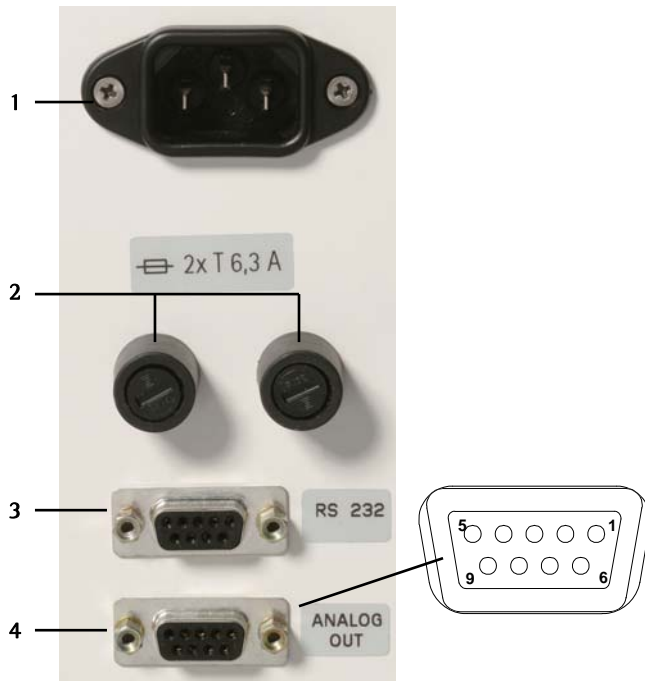

Abb. 39: Geräterückseite
2. Prüfen Sie die Sicherungen auf der Rückseite, vgl. Sicherungseinschub, Pos. (3) und Pos. (4) in Abb. 39. Defekte Sicherungen sind am geschmolzenen Faden oder durch Verfärbung erkennbar.
Buchse, 9-polig Sub-D	0 ... 10 V (min. Abschlusswiderstand = 10 kΩ) Pinbelegung siehe Punkt 3.4, Abb. 39) (0 ... 20 mA bzw. 4 ... 20 mA (optional) (max. Abschlusswiderstand = 500 Ω)